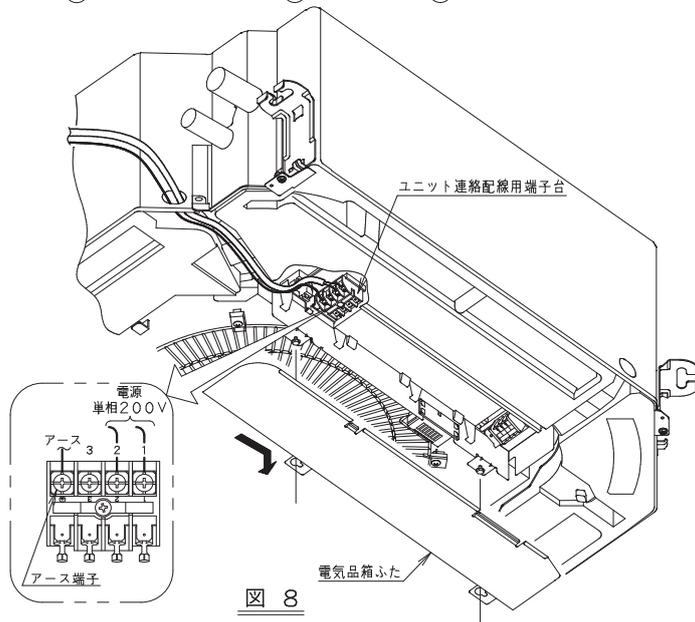

図 8
- ⚠ ●電気配線作業は⑦ 電気配線工事の内容にしたがって行ってください。
1. 電気品箱ふたを開けて、ユニット連絡配線用端子台の1番、2番に単相200V電源配線を接続してください。アース端子にアース線を確実に接続してください。(図8参照)